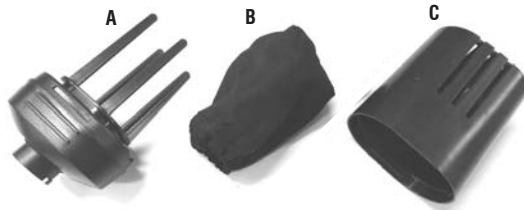

Fig. 6 – Limpieza del colector de polvo
- Para abrir, sujete la base del colector (a, fig.6) y saque la capa de protección (c, fig.6);
- Retire el recipiente de tejido (b, fig.6) del cuerpo plástico;
- Vacíe el recipiente (b, fig.6). Para mejor resultado, vérelo al contrario y utilice una escoba suave para limpiarlo;